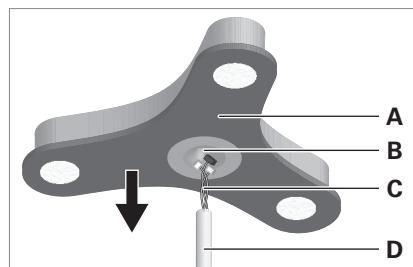

Fig. 6: Montare la testa dell'apparecchio d'illuminazione.
- ▶ Collocare la testa dell'apparecchio **A** sul tubo di sostegno **D** e far passare i cavi **C** attraverso l'apertura **B** della testa dell'apparecchio, vedi Fig. 6.